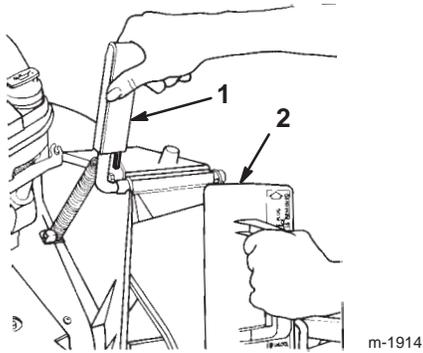

Figure 5
1. Ouvrez le volet d'éjection en tirant sur la poignée pour la reculer (Fig. 5). Maintenez la poignée en position d'ouverture pour empêcher le ressort de refermer le volet pendant l'insertion de l'obturateur.
2. L'obturateur étant légèrement plus large que l'ouverture de l'éjecteur, tournez-le légèrement dans le sens horaire lors de l'insertion (Fig. 5).